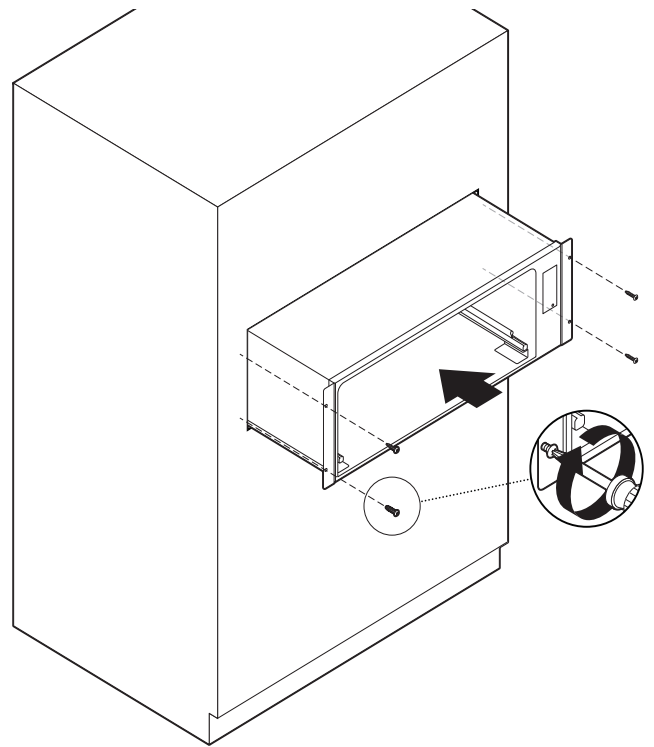

Figure 6 : Installation du tiroir-réchaud
8. Fixez quatre (4) vis cruciformes en acier inoxydable dans les trous du panneau avant (Figure 6).